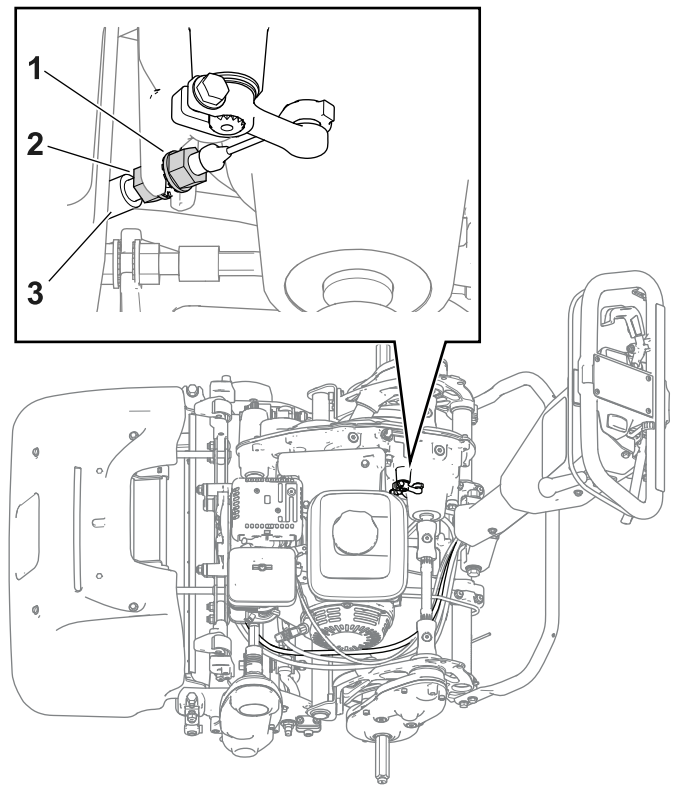

Figura 33
- Para aumentar la tensión del cable, afloje la contratuerca delantera del cable y apriete la contratuerca trasera (Figura 33). Repita el paso 2 y ajuste la tensión si es necesario.
- Para reducir la tensión del cable, afloje la contratuerca trasera y apriete la contratuerca delantera del cable (Figura 33). Repita el paso 2 y ajuste la tensión si es necesario.